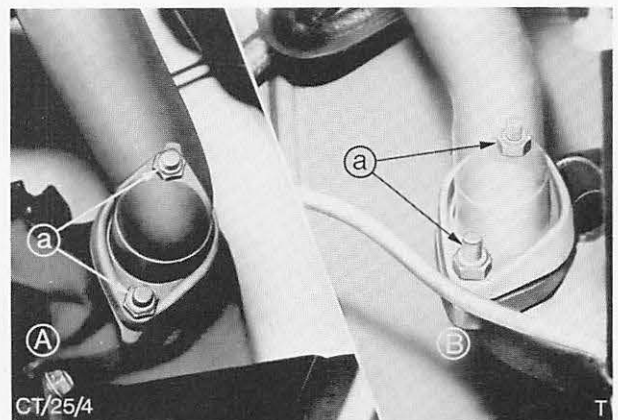

Abb. 4 A = Halteflansch – Auspuffrohr (OHC-Reihenmotor)
4. Beide Muttern entfernen und Halteflansch vom Auspuffkrümmer lösen, Abb. 4.